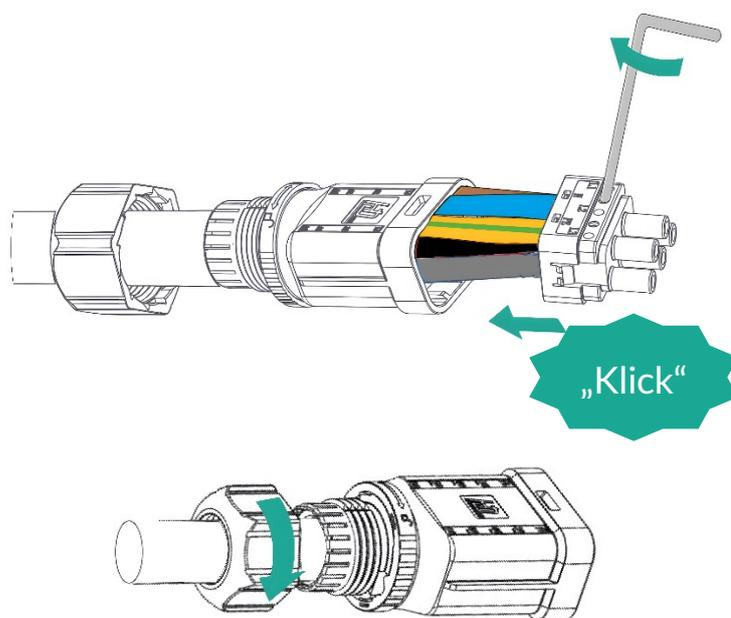

Abbildung 21: Zusammenbau AC-Stecker
- Überwurfmutter und Steckergehäuse auf das Kabel fädeln (Abbildung 21)